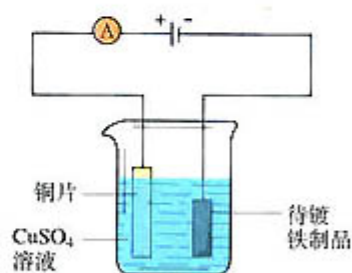

图 3-26 电镀铜实验装置
1. 在大烧杯中加入 CuSO_4 溶液^①，用铜片作为阳极，把待镀的铁制品(镀件)作为阴极(如图 3-26 所示)，接通直流电源几分钟后，观察镀件表面发生的变化。